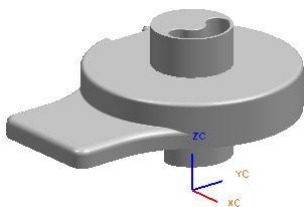

图7-4
1. 打开 UG NX 4 软件，在【标准】工具条中单击【打开】按钮，弹出【打开部件文件】对话框。选择附盘中的“example\Chap07\zzj-shanggai”文件，单击 按钮调入文件，如图 7-4 所示。